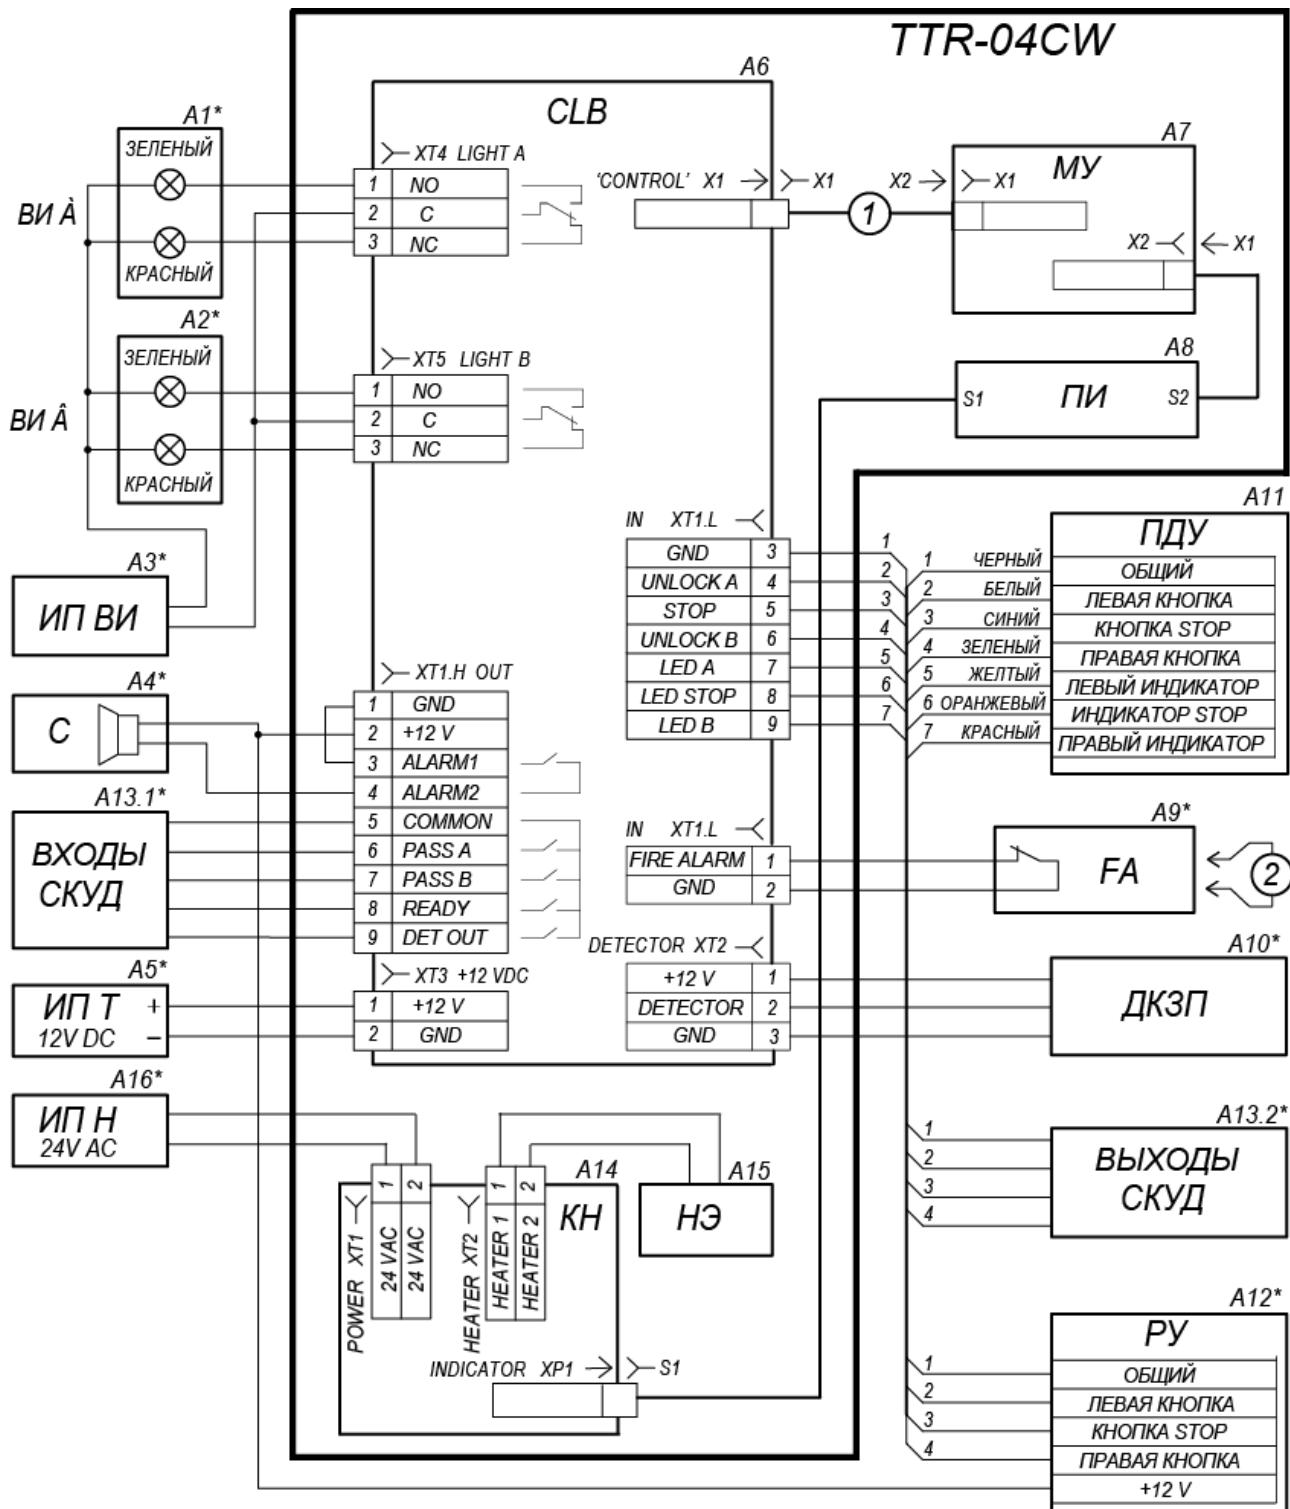

Рисунок 12. Схема электрических соединений турникета
Схема подключения турникета приведена на рис. 12. Расположение клеммных колодок на плате управления указано на рис. 5. Используемые при монтаже кабели и их максимальная длина указаны в разд. 8.3. Рекомендации по подготовке установочной поверхности и организации зоны прохода приведены в разд. 8.1. При монтаже турникета придерживайтесь следующей последовательности действий:
4. Установите источник питания турникета (8) на отведенное для него место в соответствии с инструкцией, приведенной в эксплуатационной документации на этот источник питания.
5. Подключите кабель питания (9) от источника питания турникета (8) к клеммной колодке **ХТ3** на плате управления, а также кабель от источника питания системы подогрева в соответствии с рис. 12. Подключите кабель ПДУ (11) к клеммной колодке **ХТ1.L** на плате управления. Подключите при необходимости кабели от других устройств к соответствующим клеммным колодкам платы управления (см. рис. 5 и 12).
6. Снимите крышку турникета с блоком индикации (2). Для этого:
- отверните болт крепления крышки к стойке турникета с помощью торцового ключа S10. Болт находится на наклонной поверхности стойки рядом с замком механической разблокировки (15), ниже планшайбы (3);
Таблица 2. Перечень элементов схемы электрических соединений (рис. 12)